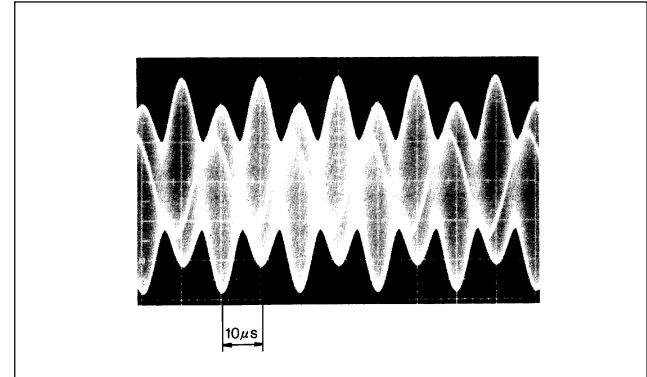
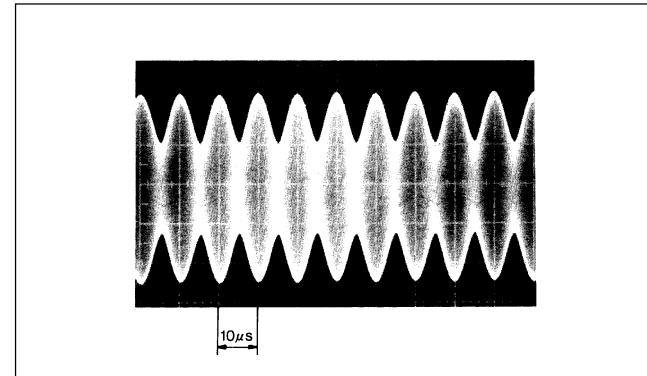

Abb. 4-7
Abb. 4-8
- ① Bereiten Sie das Oszilloskop vor, indem Sie den eingangsgekoppelten Schalter auf AC, die horizontale Ablenkung auf $10 \mu\text{s}/\text{div}$ und die vertikale Achse auf $0,5 \text{ V}/\text{div}$ einstellen und CH1 mit dem PM-Kontakt verbinden. Dabei ist die Triggerquelle an INT CH1 abzunehmen.
- ② Eine Sinuswelle erscheint bei CH1. Die Phase dieser Sinuswelle verschiebt sich in Übereinstimmung mit der Skalenbewegung, so daß die Welligkeit der Hüllkurve beobachtet werden kann. Stellen Sie die Sinuswellenamplitude durch Drehen des Reglers RV2 zunächst auf ca. $2 \text{ V}_{\text{p-p}}$ ein. (Dies wird Verstärkungseinstellung genannt.)
- ③ Wird der Regler RV1 ganz nach rechts (im Uhrzeigersinn) gedreht und die Skala bewegt, erscheint die in Abb. 4-7 gezeigte Wellenform. Stellen Sie nun den Regler RV4 so ein, daß die benachbarten Spitzen die gleiche Höhe haben, wie in Abb. 4-8 gezeigt. (Dies wird Gleichstrom-Ausgleich genannt.) Falls die minimale PM-Signalamplitude auf $0,5 \text{ V}_{\text{p-p}}$
- ④ Wird der Regler RV1 ganz nach links (entgegen dem Uhrzeigersinn) gedreht und die Skala bewegt, erscheint die in Abb. 4-7 gezeigte Wellenform, wie im obigen Schritt ③. Stellen Sie nun den Regler RV5 so ein, daß die benachbarten Spitzen die gleiche Höhe haben, wie in Abb. 4-8 gezeigt. Wiederholen Sie die in den Schritten ③ und ④ beschriebenen Einstellungen abwechselnd, bis die Höhe der benachbarten Spitzen durch Drehen des Reglers RV1 nicht verändert wird.